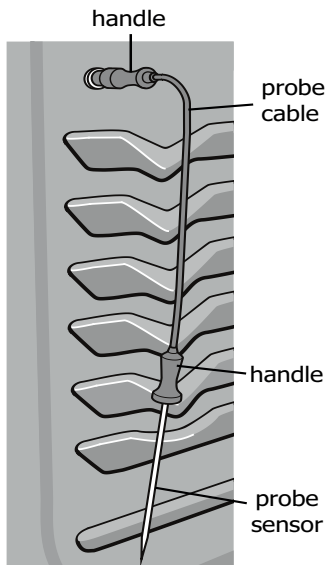

Figure 27 : Utilisation de la sonde
Ne jamais retirer la sonde en tirant sur le cordon ou les poignées avec un ustensile de cuisine. Toujours insérer et retirer la sonde à l'aide des poignées comme indiqué en Figure 27; toujours utiliser une poignée pour protéger les mains des brûlures.
2. Brancher la fiche de la sonde à fond dans la prise tandis que le four est toujours frais. La prise est située sur la paroi avant gauche du four (voir Figure 27).